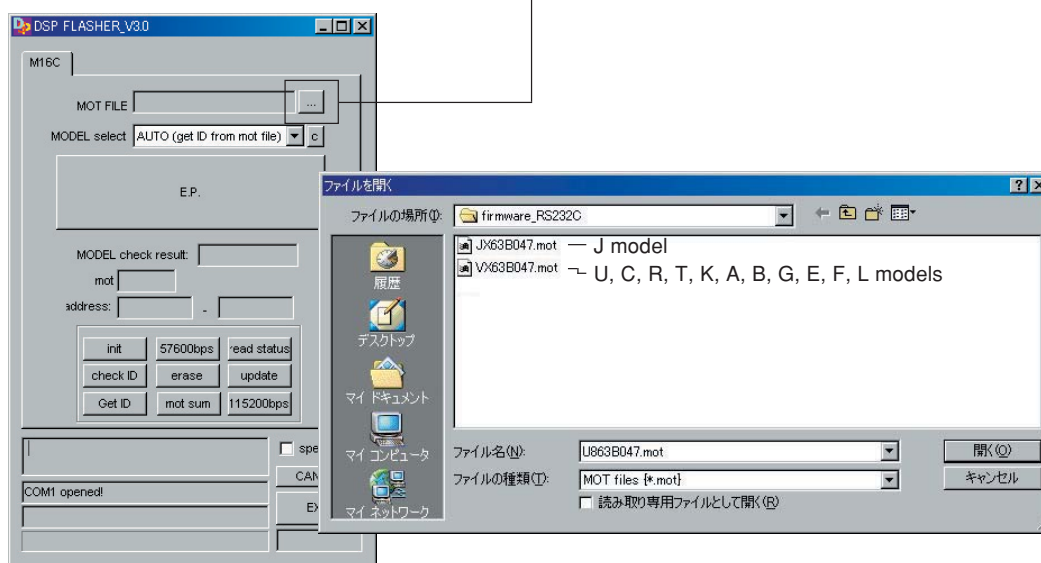

Fig. 2
4. Start up "DSP_FLASHER_v3.0_M16C80.exe". "DSP_FLASHER_V3.0" is displayed. (Fig. 2)
5. Click [...]. (Fig. 2)
4. "DSP_FLASHER_v3.0_M16C80.exe"を起動します。"DSP_FLASHER_V3.0"が表示されます。(Fig. 2)
5. [...]をクリックします。(Fig. 2)
Select "VX63xxx.mot (Fig. 2)
"JX63xxx.mot"を選択します。(Fig. 2)